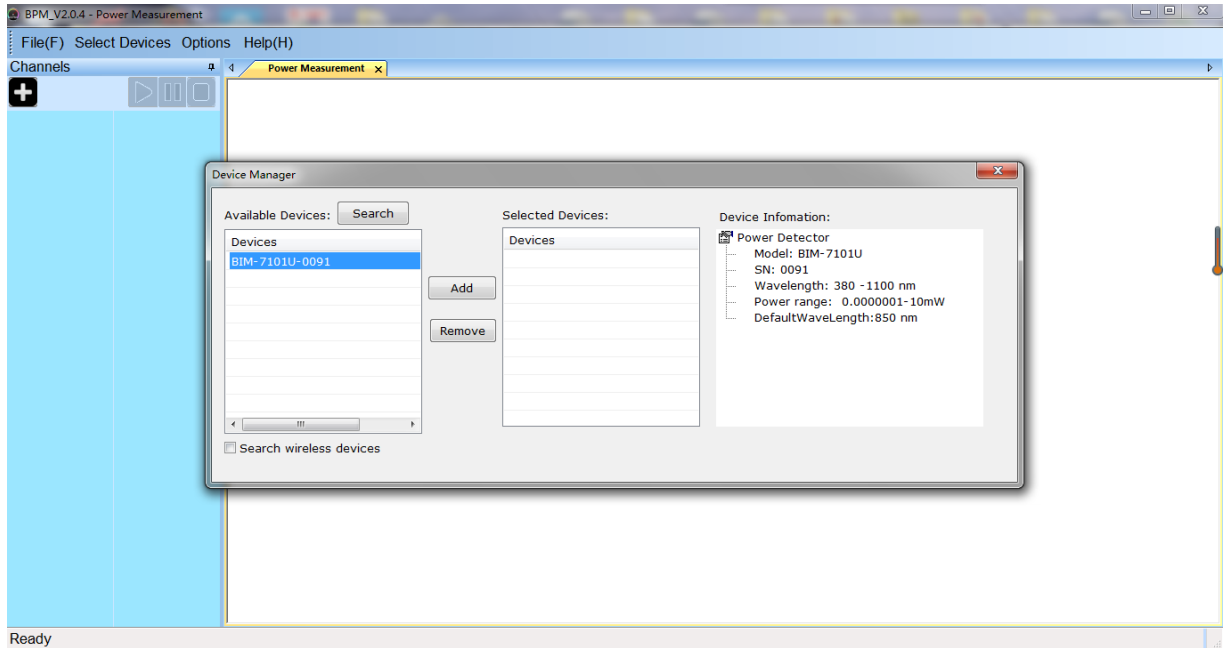

图 5-2 BPM 软件连接界面
(1) 运行BPM_Install_V2.0.3.exe, 安装光功率计应用软件。
(2) 打开BPM软件，默认如下图5-2界面，或者点击，再点击“Search”搜索设备，会出现如下图界面。